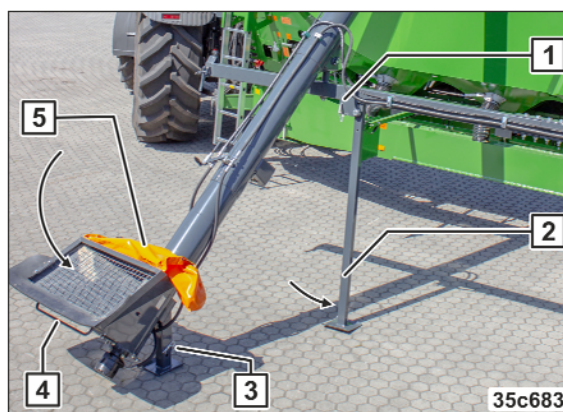

Fig. 247
4. Desfaceți (Fig. 247/1) blocajul.
5. Pivotați piciorul de reazem (Fig. 247/2) în jos și blocați-l.
6. Pivotați piciorul de reazem (Fig. 247/3) în jos și blocați-l.
7. Pivotați melcul de umplere de la mâner (Fig. 247/4) în poziția de lucru.
8. Deschideți prelată pânnei (Fig. 247/5).
13. Închideți prelata pâlniei (vezi Fig. 247/5).
14. Pivotați piciorul de reazem în sus și blocați-l (vezi Fig. 247/2).
15. Pivotați piciorul de reazem în sus și îl blocați (vezi Fig. 247/3).